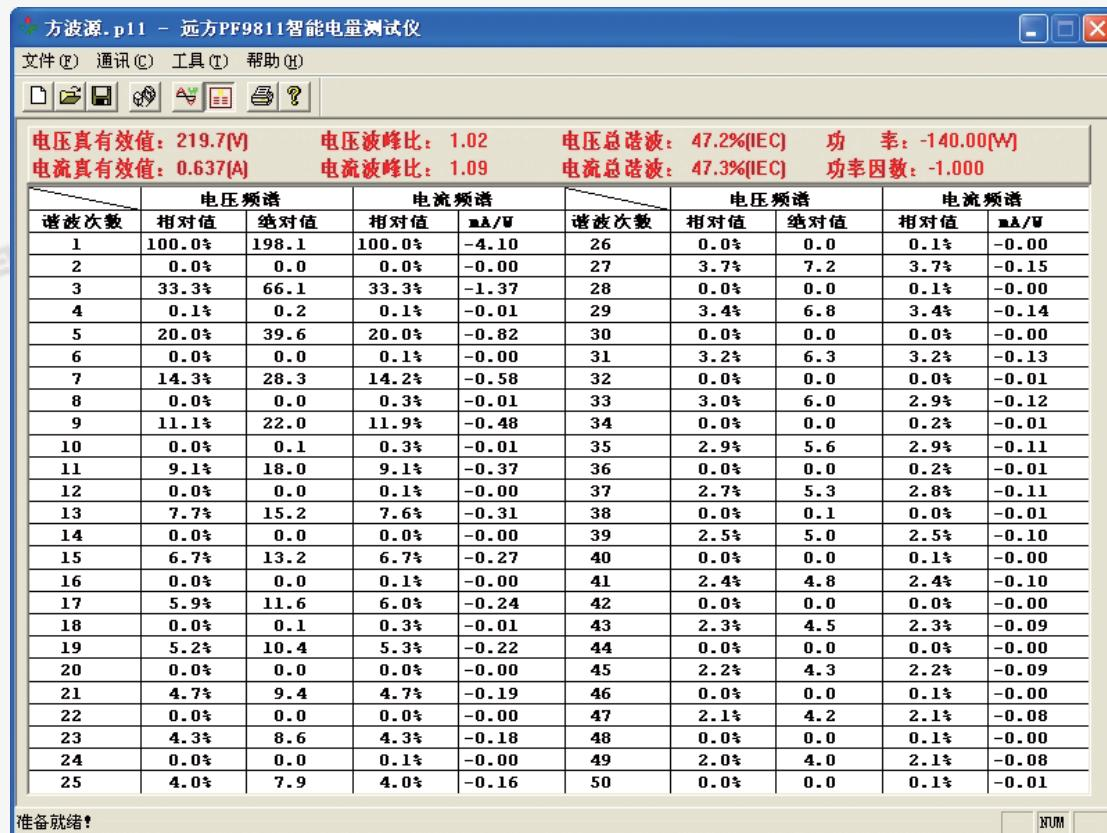

图 6.2 谐波窗口
- (4) 谐波窗口显示：测量数据显示区，各次谐波测量值，如图 6.2 所示；
- (5) 状态栏。